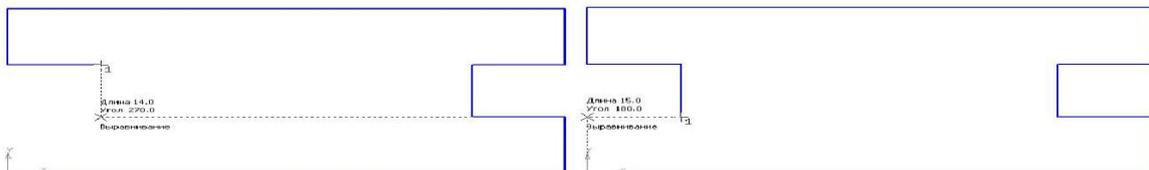

Рис.8 Рис. 9
- вызовите щелчком ПКМ локальную привязку **Выравнивание** и зафиксируйте следующий вертикальный отрезок (рис. 8);